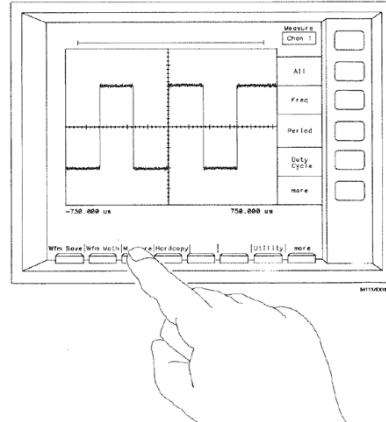

图 8. 按左边第 3 个〈Measure〉按钮
- 2) 按左边第 3 个按钮〈Measure〉按钮. (图 8)